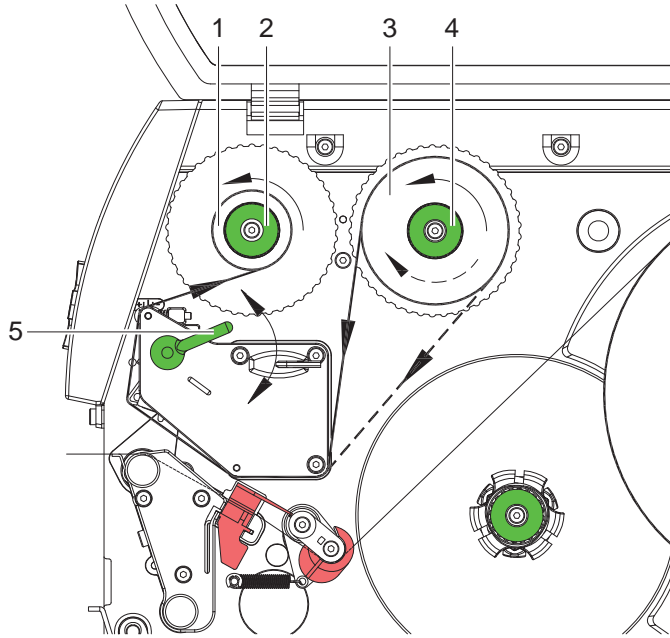

Figura 14 Recorrido de la lámina de transferencia
2. Girar la palanca (5) en sentido contrario a las agujas del reloj para levantar el cabezal de impresión.
3. Deslizar el rollo de lámina de transferencia (3) sobre el desenrollador (4) hasta el tope, de modo que el recubrimiento de color de la lámina quede hacia abajo al desenrollarse. El desenrollador (4) no tiene ninguna dirección de rotación prescrita.
4. Mantener fijo el rollo de lámina de transferencia (3) y girar el botón giratorio del desenrollador (4) en el sentido de las agujas del reloj hasta que el rollo quede fijado.
5. Deslizar un núcleo de lámina de transferencia (1) adecuado en el enrollador de lámina de transferencia (2) y fijar del mismo modo.
6. Pasar la lámina de transferencia a través del mecanismo de impresión, tal y como se muestra en la Figura 14.
7. Fijar el inicio de la lámina de transferencia al núcleo de la lámina de transferencia (1) con una tira adhesiva. Durante este proceso debe tenerse en cuenta que la dirección de rotación del enrollador de la lámina de transferencia transcurra en sentido contrario a las agujas del reloj.
8. Girar el enrollador de la lámina de transferencia (2) en sentido contrario a las agujas del reloj para alisar el recorrido de la lámina de transferencia.
9. Girar la palanca (5) en el sentido de las agujas del reloj para bloquear el cabezal de impresión.